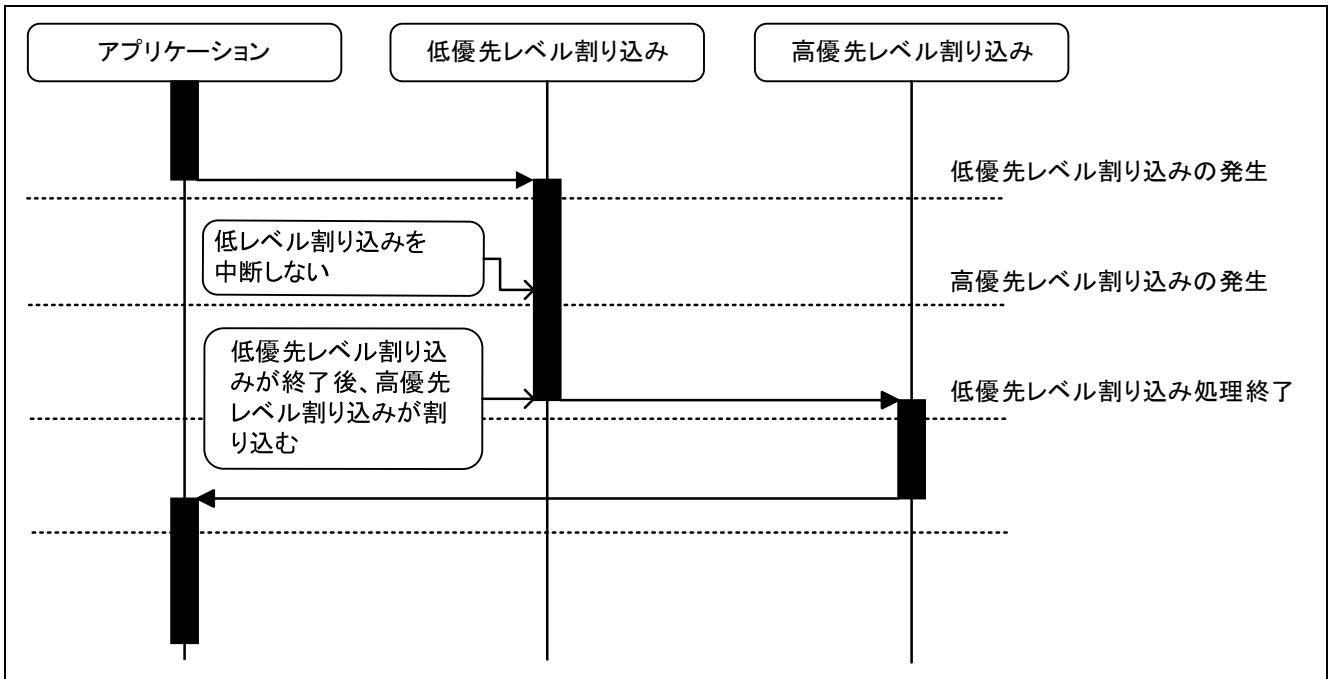
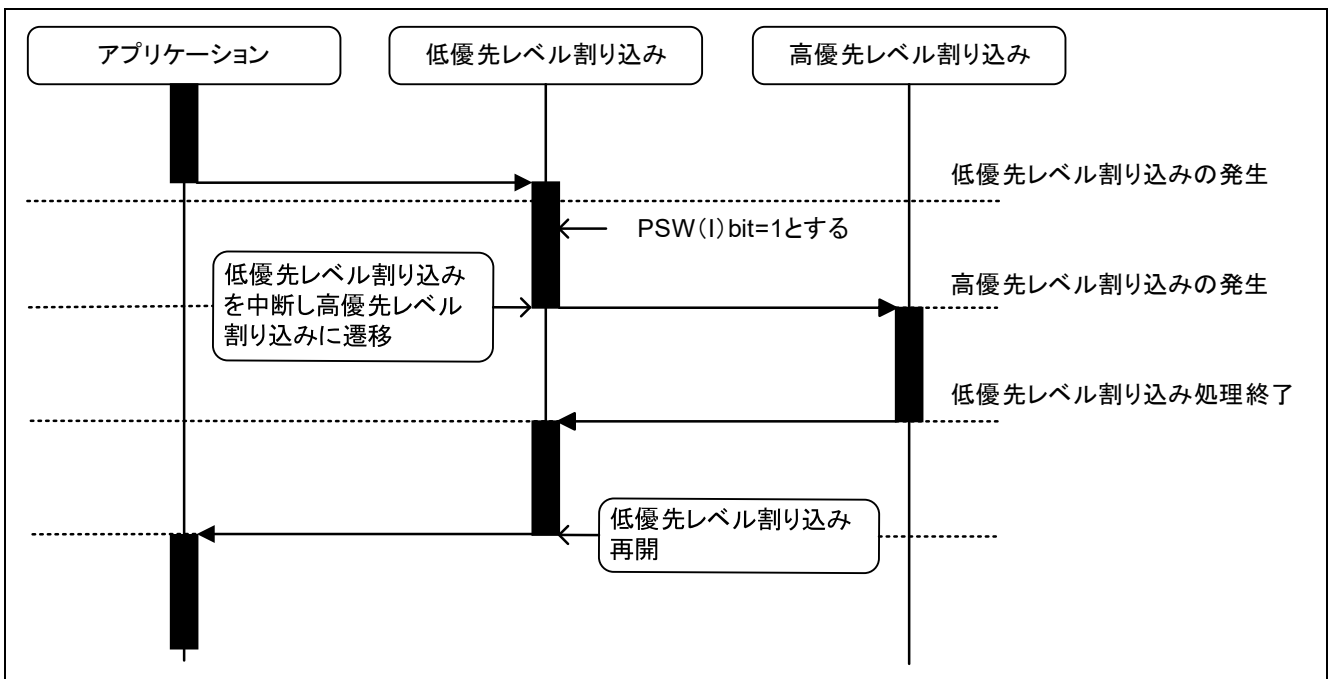

図 1-16 RX261 割り込みシーケンス (PSW (I) ビット制御しない場合)
図 1-17 RX261 割り込みシーケンス (PSW (I) ビット制御を行う場合)
RX261 は、多重割り込みが可能です。RX261 で多重割り込みを実現するには、割り込みハンドラの中で PSW (I) ビット=1 (割り込み許可) とする必要があります。多重割り込みを許可しない場合の動作シーケンスを図 1-16、多重割り込みの動作シーケンスを図 1-17 に示します。